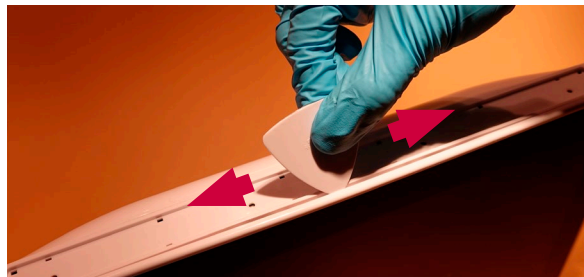

Abbildung 7 Lösen der rückseitigen Verkleidung mit dem Plektron-Werkzeug
f) Entfernen Sie die rückseitige Verkleidung (Abbildung 7)